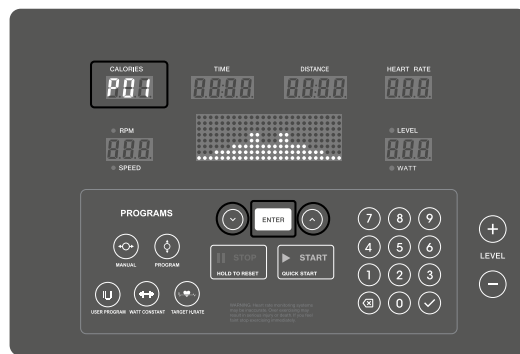

Abb. 8
3. Wählen Sie eines der Programme P01–P12 mit den Pfeiltasten (^/v) (Abbildung 8).